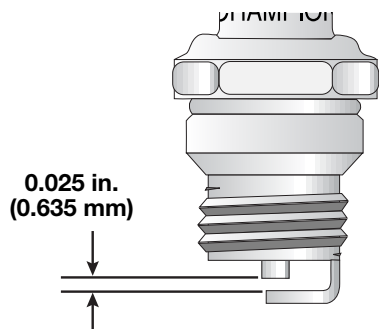

Fig. 73
3. Remplacez toute bougie fendillée, encrassée ou sale. Réglez l'écartement à 0,635 mm (0,025 po) à l'aide d'une jauge d'épaisseur (Fig. 73).